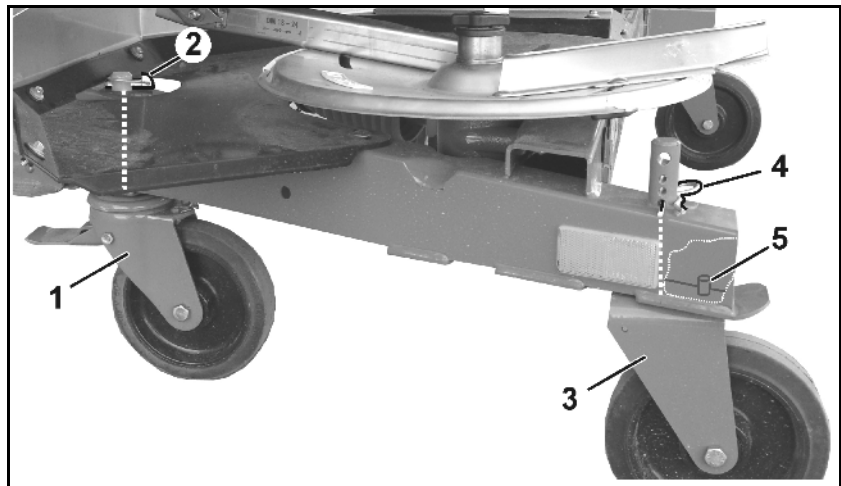

Рис. 43
5. Поворотні гальмівні ролики (Рис. 43/1) спереду
- о встановіть та зафіксуйте шплінтом (Рис. 43/2), або відповідно
6. Зафіксовані ролики (Рис. 43/3) ззаду
- о встановіть і закріпіть пружинним фіксатором (Рис. 43/4) в самому нижньому отворі для фіксації, або відповідно
При монтажі зафіксованого ролика зверніть увагу на те, щоб болт (Рис. 43/5) увійшов в отвір рами і таким чином утримував колесо в поздовжньому напрямку.